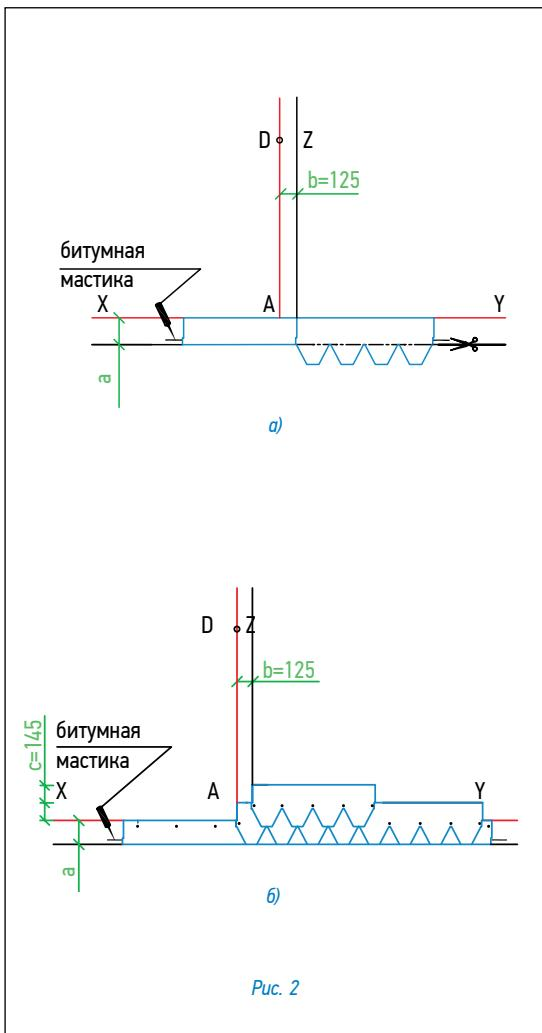

Рис. 2
Укладка материала (рис. 2)
- Начальный ряд формируется из специальной коньково-карнизной черепицы, либо из листов черепицы обрезанных по линии образованной конечными точками вырезов. Элементы начального ряда укладываются по линии карниза в обе стороны от линии Z (рис. 2а) и фиксируются по нижнему краю битумной мастики, а по верхней кромке 4 гвоздями (ось гвоздей на 5 см ниже верхнего края полосы);
- далее первый ряд черепицы укладывается от линии AD (рис. 2б);
- второй ряд укладывается от линии Z (со смещением 12,5 см от AD) (рис. 2б);
Для крепления гибкой черепицы используются гальванизированные кровельные гвозди (FeZn) улучшенного прилегания (ершенные, кручены) с гладкими широкими шляпками (диаметр гвоздя – не менее 3 мм, диаметр шляпки не менее 9 мм). Длина гвоздей зависит от толщины и типа обрешетки. Каждый лист гибкой черепицы крепится 5 гвоздями в штатных местах таким образом, чтобы гвоздь прошивал и верхний край нижележащего листа черепицы (рис. 2б). При укладке черепицы на скатах с уклоном больше 60° лист должен крепиться 7 гвоздями (рис. 2б).